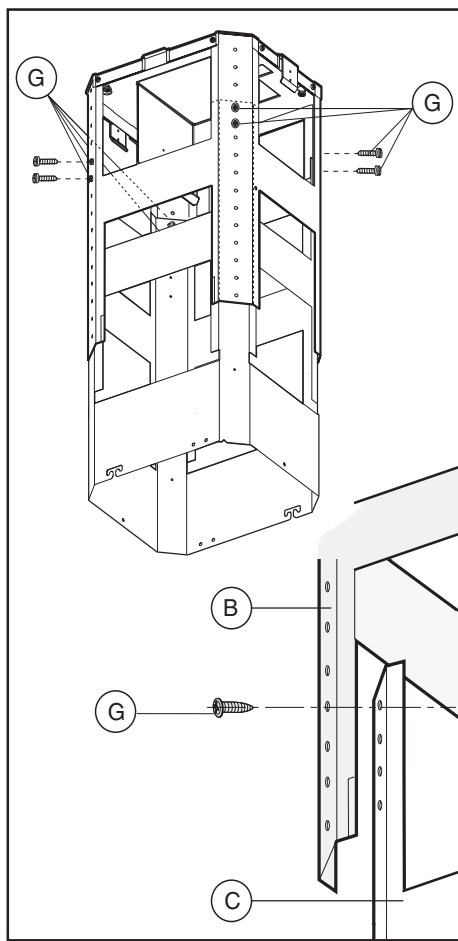

Fig.6
- Régler la hauteur désirée en se référant aux cotes indiquées dans la (fig.15) et la bloquer au moyen des 8 vis **G** fournies avec l'appareil (fig.6).